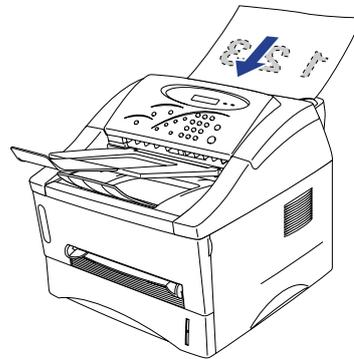

图 2-22
- (1) 用双手将文档托架导向板的宽度调整为所用纸张的宽度；
- (2) 将文档面朝下放进文档托架中（图 2-22）；